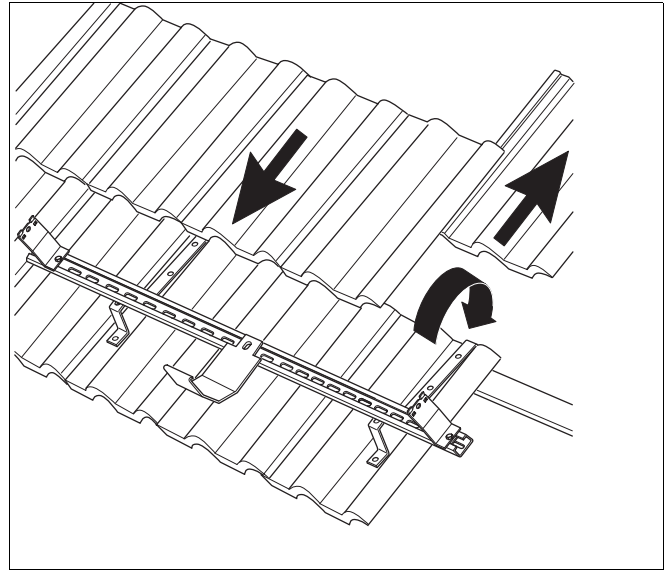

Abb. 10 Vormontierte Konstruktion an der Dachlatte einhängen
- Komplette, vormontierte Konstruktion an der Dachlatte einhängen (Abb. 10).